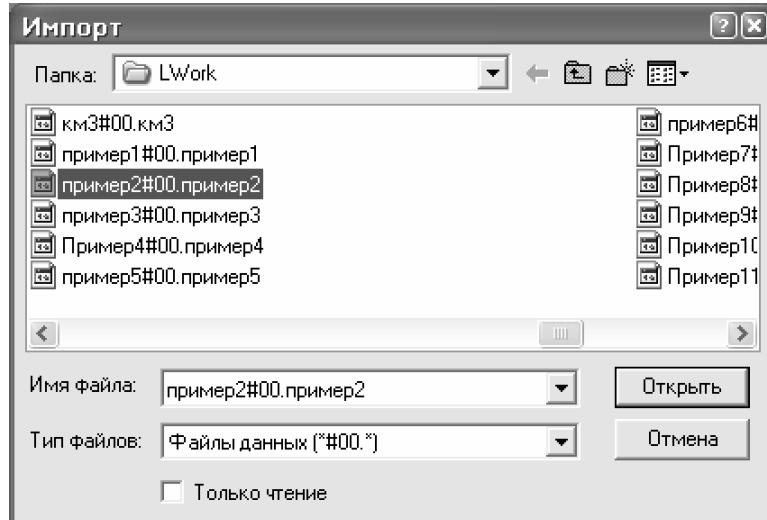

Рис.2.16. Диалоговое окно Импорт
- В диалоговом окне **Импорт** (рис. 2.16) выделите файл **пример2#00.пример2**.